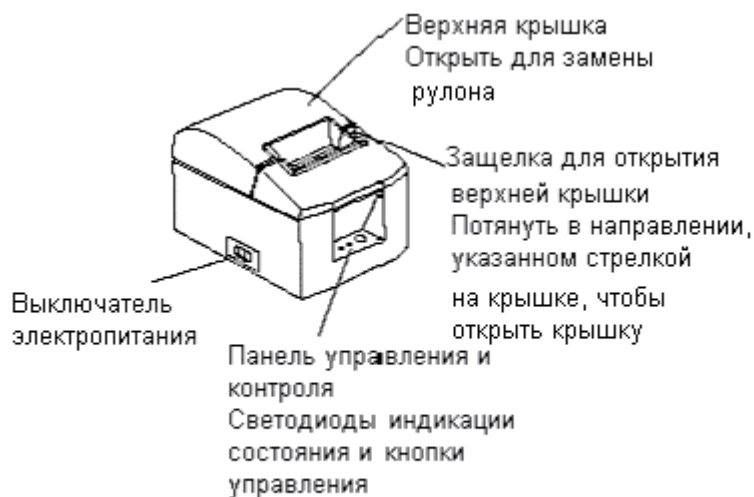
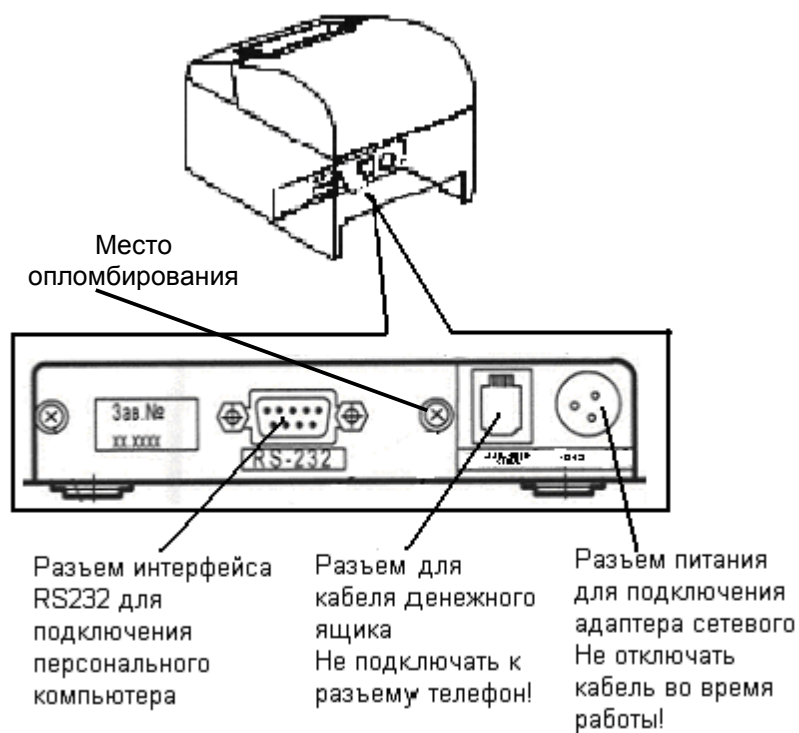

Рисунок 6.1 - Внешний вид ККМ
Рисунок 6.2 - Вид ККМ сзади
6.1 Внешний вид ККМ приведен на рисунке (Рисунок 6.1). Вид ККМ сзади с указанием расположения панели разъемов для подключения внешних устройств и мест опломбирования приведен на рисунке (Рисунок 6.2).
7.3.1 Панель управления и контроля расположена в нише на передней стенке ККМ (Рисунок 6.1).